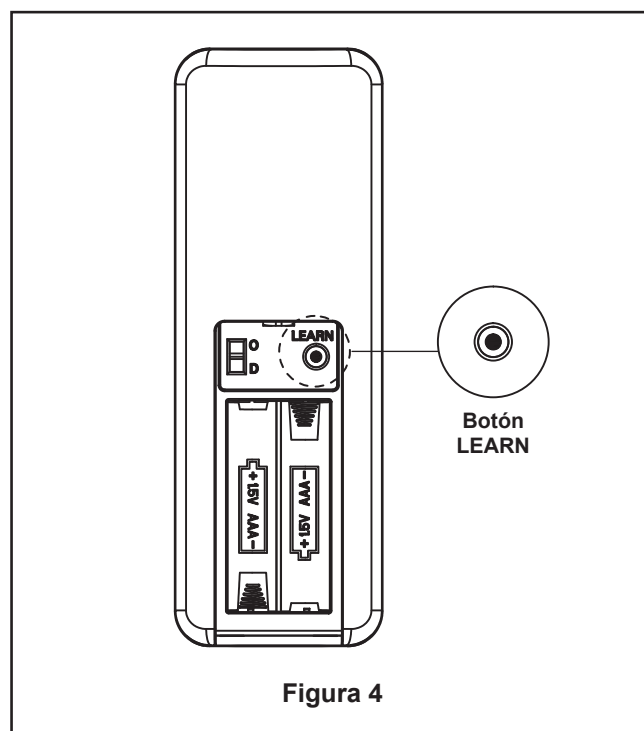

Figura 4
- 6. Proceso de aprendizaje:** (Figura 4)